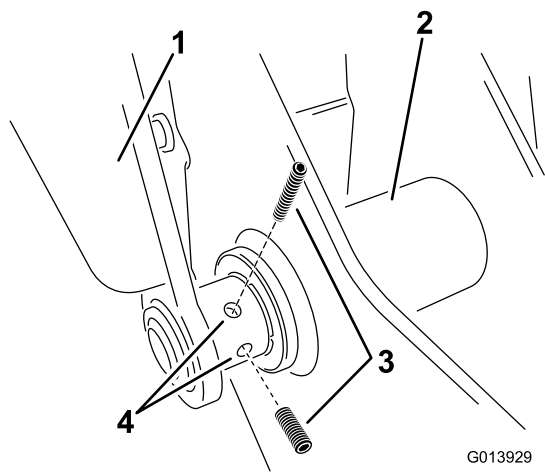

Figura 12
- I. Montate una vite a pressione sul braccio sinistro nel punto inferiore della cerniera (Figura 12). Non serrate in questa fase per consentire la regolazione del sistema di base.